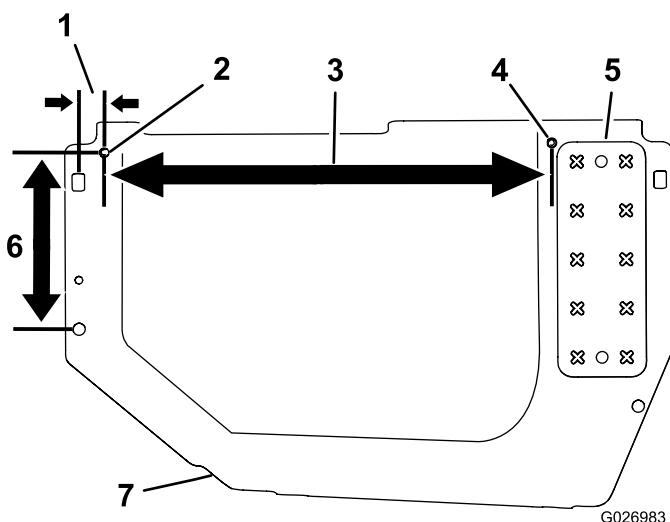
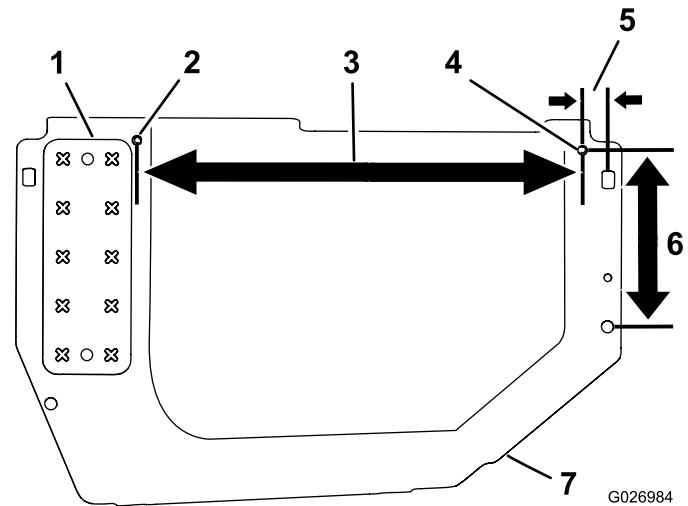

Figure 9
Figure 10
- Percez 2 trous de 8,7 mm dans chaque couvercle en plastique (Figure 9 et Figure 10).
Remarque: Reportez-vous à la Figure 9 et la Figure 10 pour mesurer les emplacements des trous de 8,7 mm sur les couvercles. Alignez le trou avant de chaque couvercle et le bord du marchepied.